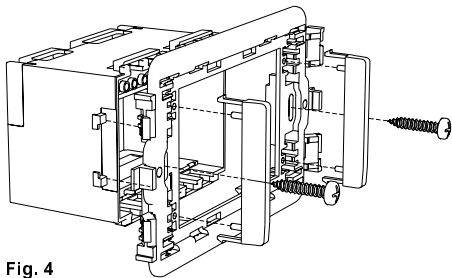

Fig. 4
- Scegliere il tipo di supporto da utilizzare, ed eventualmente adattarlo al tipo di placca che si andrà ad utilizzare; vedi paragrafo 'Supporto placca'. Fissare il supporto al fondo del cronotermostato e fissarlo alla parete in scatole di derivazione da 3 moduli tramite le apposite viti in dotazione. Applicare la relativa placca di rifinitura (non fornita), Fig. 4.